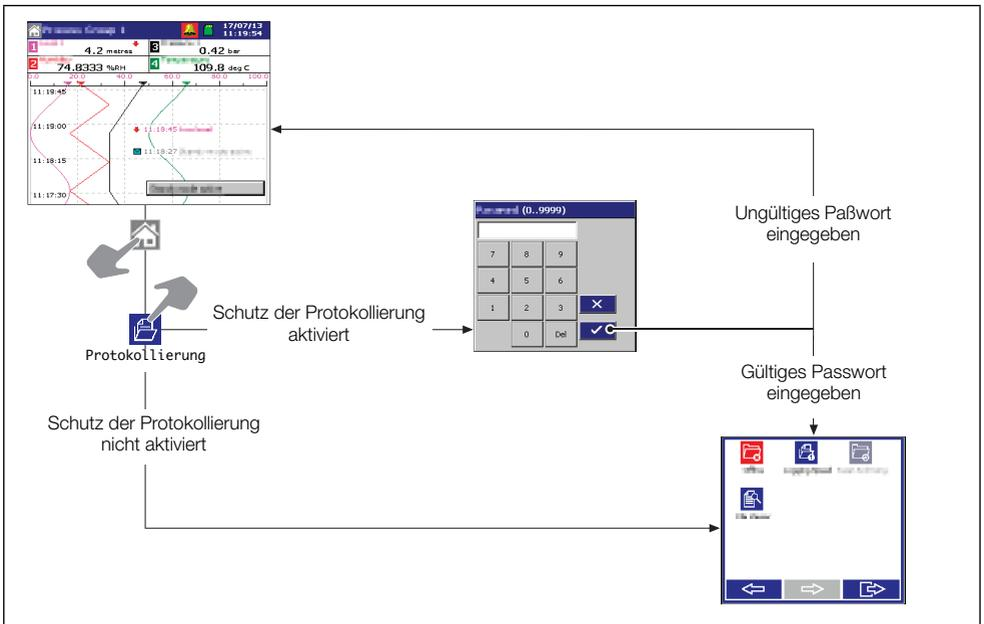

Abb. 6.1 Zugriff auf die Protokollierung – einfache Sicherheit
- Wenn Sicherheitssystem auf *Einfach* und Schutz der Protokollierung auf *Ein* gesetzt ist, ist der Zugriff auf die Protokollierungsfunktion durch ein Passwort für alle Benutzer geschützt. Der Zugriff auf die Protokollierung im einfachen Sicherheitsmodus ist in Abb. 6.1 illustriert.